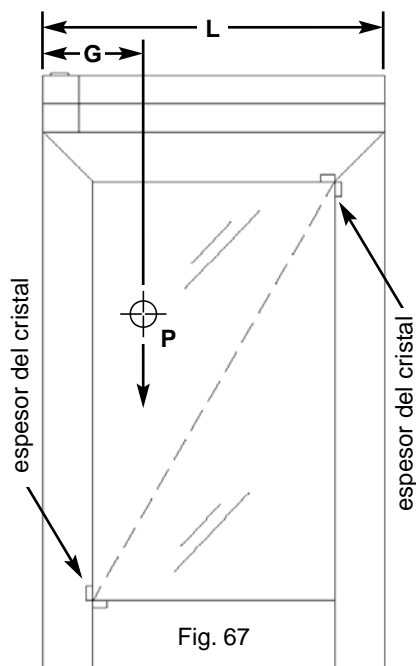

Fig. 67
**⚠ ATENCIÓN:** Es importante colocar espesores en el cristal para acercar el baricentro (punto de aplicación de la resultante de la fuerza del peso  $p$  del cristal) al perno de rotación de la hoja (Fig. 67).